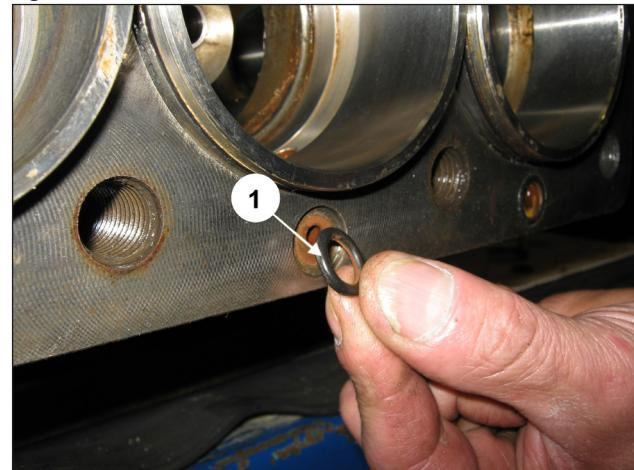

Fig. 118
Applicare i 6 O-Ring frontali del carter pompa (pos. ①, Fig. 118).